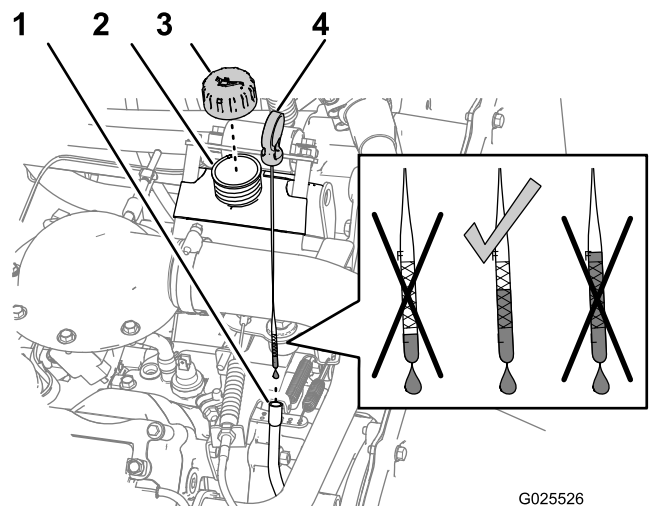

Figure 42
- Retirez la jauge et essuyez-la sur un chiffon propre (Figure 42).
- Sortez de nouveau la jauge et vérifiez le niveau d'huile (Figure 42).
- Si le niveau est trop bas, retirez le bouchon de remplissage (Figure 42) et ajoutez la quantité d'huile nécessaire pour amener le niveau au repère maximum de la jauge.
- Remettez le bouchon sur le goulot de remplissage (Figure 42).
- Enfoncez fermement la jauge en place (Figure 42).